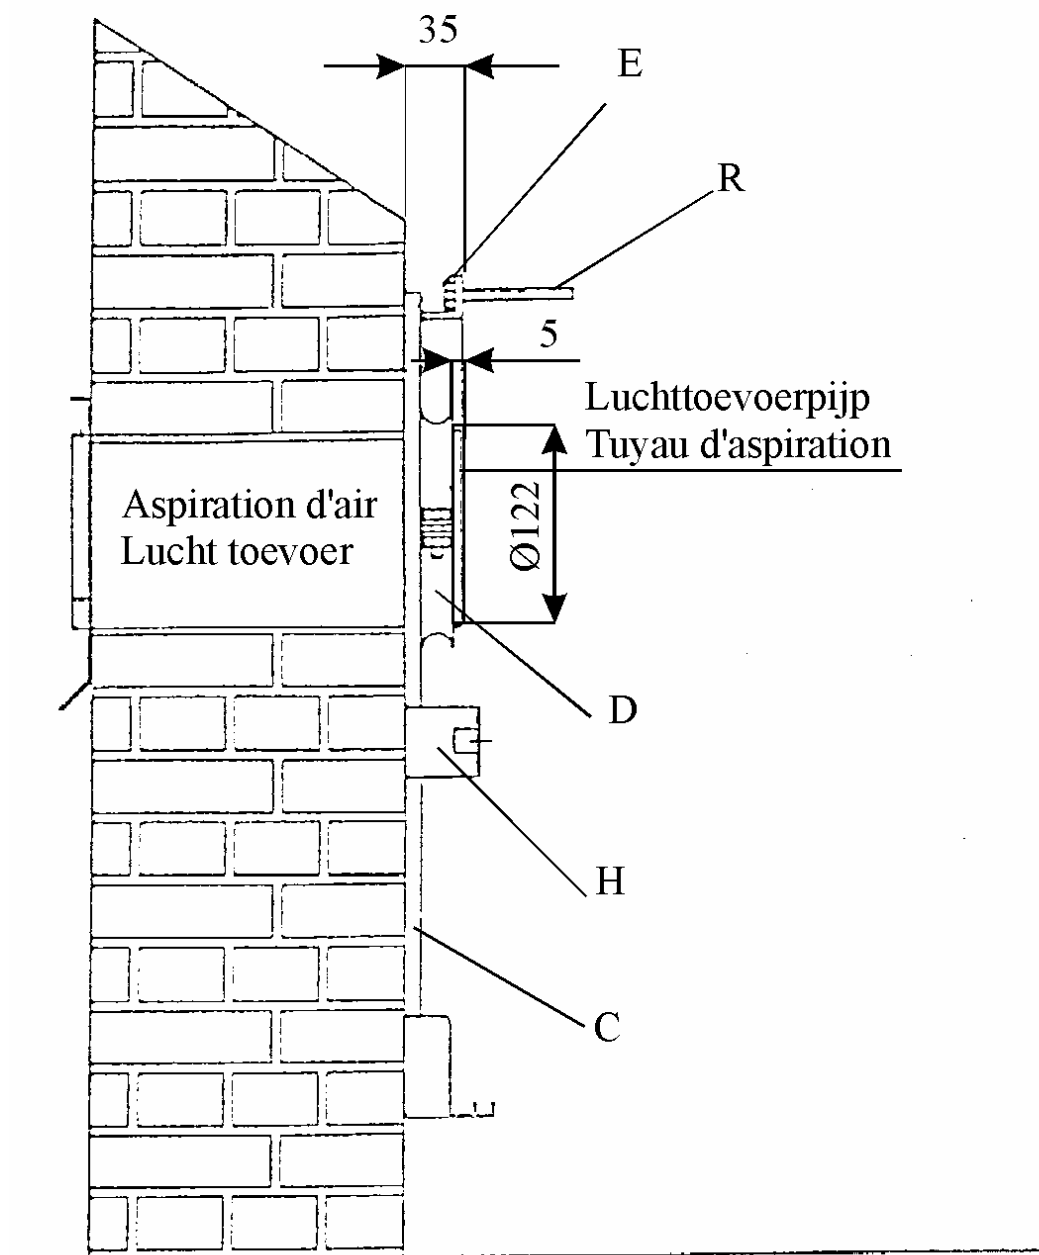
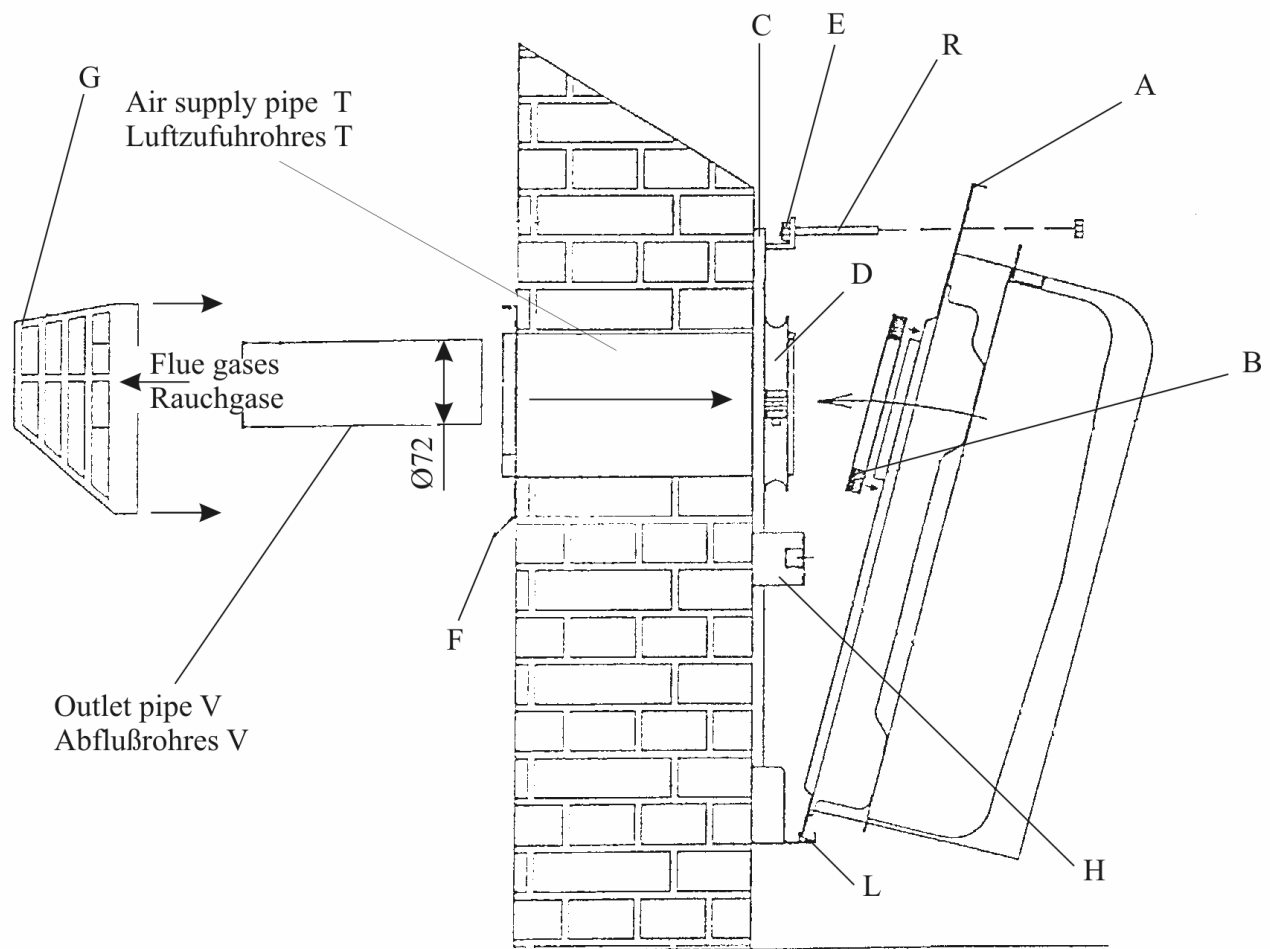
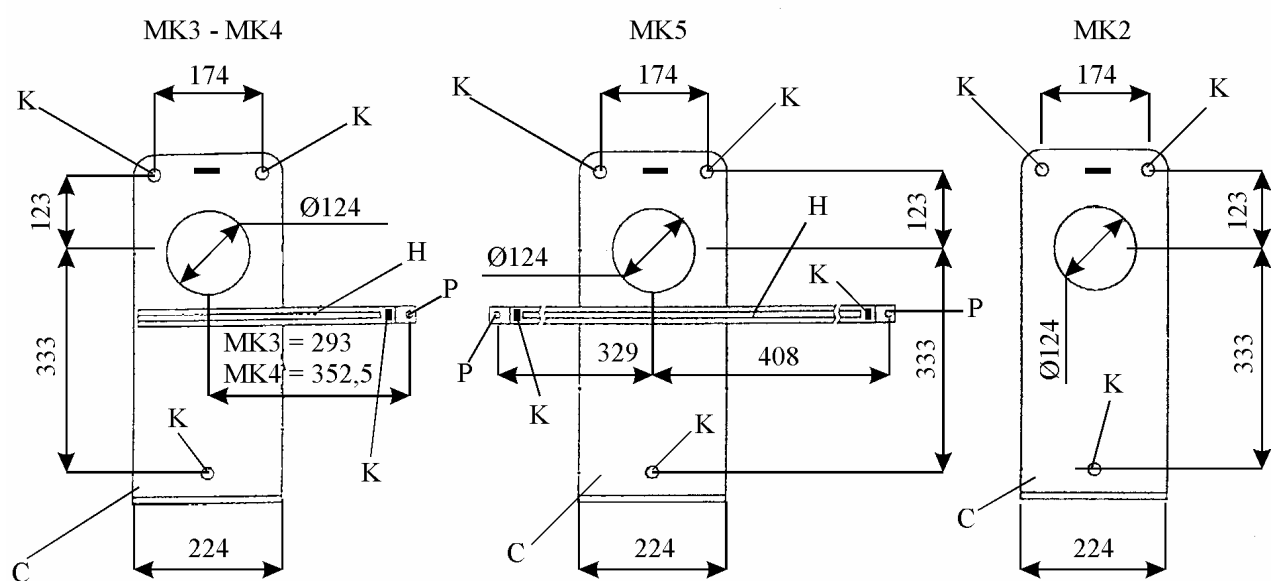

Fig. 2
Fig. 3
Fig. 4
- Die Länge des Luftzufuhrrohres T (Fig. 3) = die Dicke der Mauer + **55mm**
- Die Länge des Abflußrohres V (Fig. 3) = die Dicke der Mauer + **130 mm.**
- The length of the air supply pipe T (fig. 3) = the wall thickness + **55 mm.**
- The length of the outlet pipe V (fig. 3) = the wall thickness + **130 mm.**
1. Stützplatte C wird gebraucht um das Apparat an die Mauer zu befestigen und um die öffnung für die Außenwand zu machen. (Fig. 2 – Fig. 4). Für die Radiatoren MK3, MK4 und MK5, muss die Befestigungsplatte H (Fig. 4) auf die Stützplatte montiert worden.
3. Bohren Sie mit einem Ø12-Bohrer 3 Öffnungen K für den MK2, 4 öffnungen K für den MK3 und MK 4 und 5 Öffnungen K für den MK5 für die Aufstellung der Stecker (Fig. 4)
1. Support plate C is used to attach the appliance to the wall and to make the opening for the wall vent (fig.2 – fig.4). For the radiators MK3, MK4 and MK5, the fastening lath H (fig.4) should be mounted on the support plate C.
3. Use a Ø 12 drill to make 3 holes K for the MK2, 4 holes K for the MK3 and MK4 and 5 holes K for the MK5, for the insertion of the plugs (fig.4).
- Setzen Sie den Bügel D auf das Luftzufuhrrohr, so dass er gegen die Befestigungsplatte C drückt. Das Luftzufuhrrohr muss 5mm an dem Bügel vorbei kommen (Fig. 2)
- Stellen Sie den Haken E in den Schlitz (in den obersten Teil der Befestigungsplatte) (Fig 3 – Fig 4).
- Bringen Sie den Dichtungsring B an auf der Rückseite (A) des Radiators im Nähe vom Außenwandanschluss.
- Setzen Sie das Verbrennungszimmer auf der untersten Stütze L der Befestigungsplatte C (Fig. 3). Kentern Sie das Gerät auf die Mauer zu, so dass das Luftzufuhrrohr anschließt an den Kragen der Luftzufuhröffnung, vorausgesehen in der Rückseite des Geräts. Befestigen Sie den Apparat durch die Schraube R (M6 x 70mm). Die Radiatoren MK3, MK4 – MK 5 müssen auch an die Befestigungsplatte H geschraubt werden (Fig 4 – P)
- Befestigen Sie das Windabschirmgitter G an den Flansch F (Fig. 3)
- Fit the bracket D onto the air supply pipe, in such a way that it butts up against the fastening plate C. The air supply pipe should extend 5 mm beyond the bracket (fig.2).
- Place the hook E into the slot (in the upper part of the fastening plate (fig.3 - fig. 4))
- Fit the sealing ring B to the rear (A) of the radiator, at the height of the wall vent connection.
- Position the combustion chamber on the lower support L of the fastening plate C (fig. 3). Tilt the appliance towards the wall, so that the air supply pipe fits over the collar of the air supply opening provided on the rear of the appliance.
Secure the appliance by means of the screw R (M6 x 70 mm). The radiators MK3, MK4 - MK5 should also be screwed onto the fastening lath H (fig.4 – P).
- Attach the wind-deflecting grid G to the flange F (fig. 3)